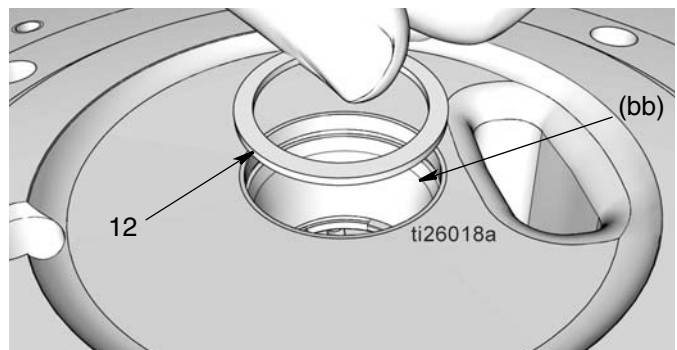

图 32
- b. 检查固定环 (51) 是否在泵底座 (1) 侧面。
- c. 安装垫片 (12)，如图 32 所示。